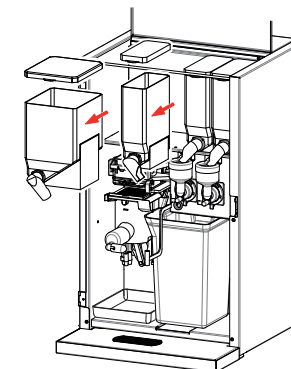

Abb. 15
- Öffnen Sie den Deckel des Gerätes (Abb. 15), indem Sie ihn nach oben klappen.